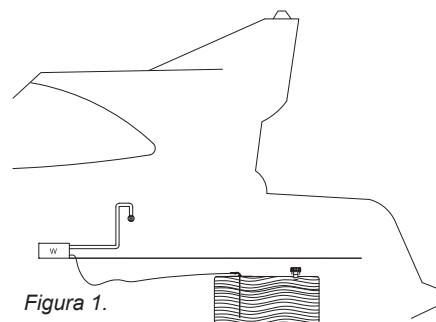

Figura 1.
1. Il livello del carburante è al di sotto del riscaldatore / della stufa. Figura 1.